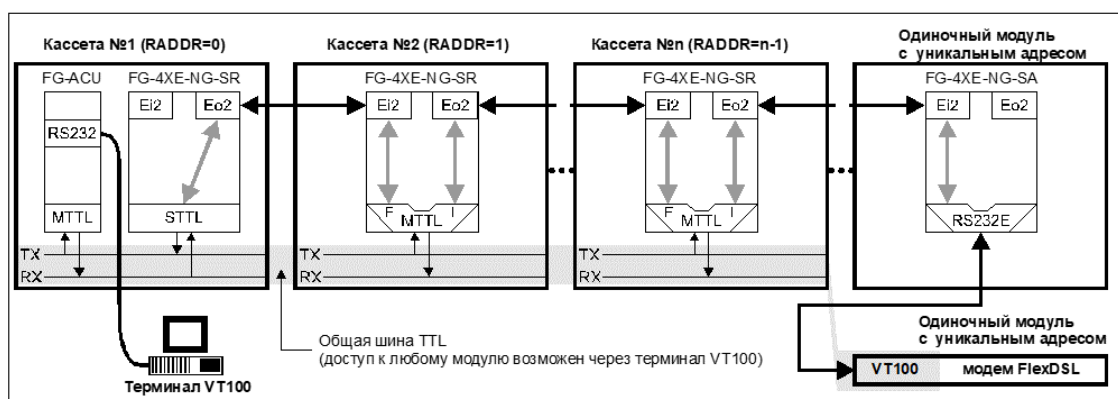

Рис. 4.5 Схема управления «Общая кассета по TTL шине»
При соединении и конфигурировании модулей FG-4XE-NG по схеме «Общая кассета по TTL шине» (см. Рис. 4.5) пользователь получает возможность управлять локальным модулем и модулями в удаленных кассетах, а также устройствами, подключенными к разъему «V24/V.28» удаленных модулей FG-4XE-NG.
Система дистанционного управления работает следующим образом, (см. Рис. 4.5): данные (команда) с терминала передается на разъем на задней части кассеты или на модуль ACU, установленный в локальной кассете (Кассета №1 на Рис. 4.5). Данные с терминала с логическими уровнями сигнала RS232 конвертируются в логические уровни TTL и передаются на общую шину RX TTL локальной кассеты. Локальный модуль FG-4XE- SR, NG, установленный в кассете, принимает данные с общей шины RX и передает на свой порт E2o. Удаленный модуль FG-4XE- SR, NG, установленный в Кассете №2 принимает данные из КДУ на порт E2i и передает их на свой терминальный порт MTTL (вход F), после чего транслирует на общую шину RX TTL кассеты и на выход L терминального порта. С выхода L данные КДУ могут передаваться на порт E2o и т.д. Таким образом, данные по КДУ распространяются на шины RX TTL всех кассет.
- MTTL (MTTLI) – последовательный порт в режиме ведущий (master mode), выходящий на общую TTL шину на кросс плате в кассете (для модулей FG-4XE-SR,NG) (см. Рис. 4.5)
- RS232E – последовательный RS232 порт, выходящий на внешний разъем “V24/V.28” на передней панели модуля (см. Рис. 4.5)
- Ei порт E1 удаленного модуля, исходящие данные которого передаются в направлении к локальному устройству (см. Рис.4.5)
- Eo порт E1, исходящие данные которого передаются в направлении от локального модуля (см. Рис. 4.5)
Команды конфигурирования локального модуля FG-4XE-NG SR, установленного в первой кассете (Кассета №1 на Рис. 4.5). Все команды вводятся из 3 го меню модуля
Команды конфигурирования удаленного модуля FG-4XE-NG, установленного в Кассете №2 на Рис. 4.5
Команды конфигурирования одиночного модуля FG-4XE-NG, установленного вне кассеты на Рис. 4.5
Доступ к локальному модулю FG-4XE-NG и к удаленным модулям осуществляется через терминал, подключенный к локальной кассете/разъему на передней панели модуле FG ACU, FG CMU (см. Рис. 4.5) или к разъему "MONITOR" в случае применения модулей FG-4XE-NGSA или FG-4XE-NGMR.